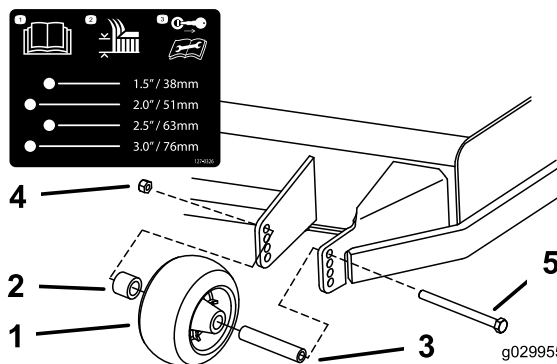
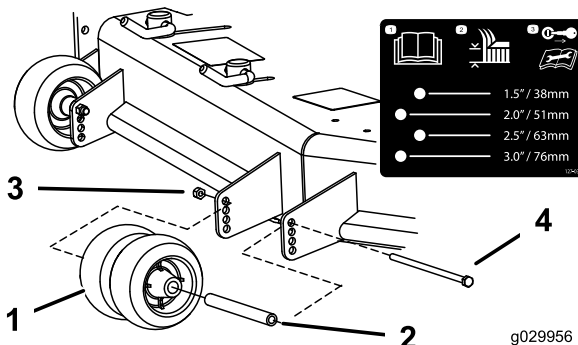
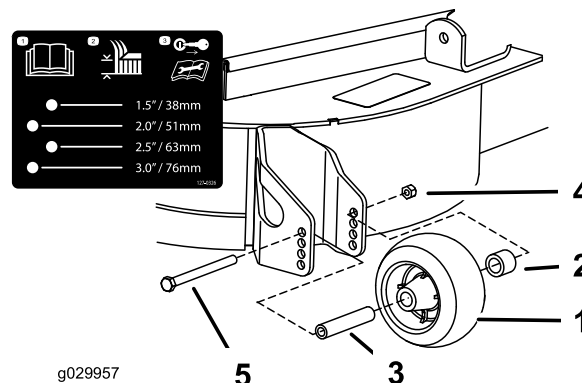

Figure 34
Figure 35
Figure 36
- Régalez les galets anti-scalp comme montré à la Figure 34, la Figure 35 et la Figure 36.